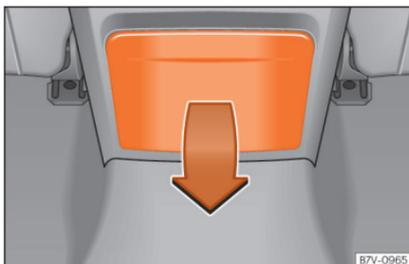

Abb. 194 In der Mittelkonsole hinten: Getränkehalter aufklappen
- Zum **Öffnen** Getränkehalter in Pfeilrichtung »» **Abb. 194** nach unten klappen.